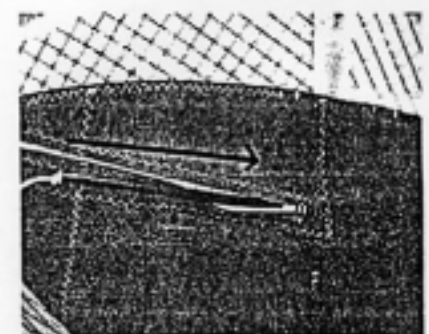

Abb.: 4
- Spannhebel (2) umlegen, bis Anschlaggeräusch hörbar ist.
- Queranschlag in die vorgesehene Tasche schieben und mit Klett sichern (s. Foto) Abb.: 4